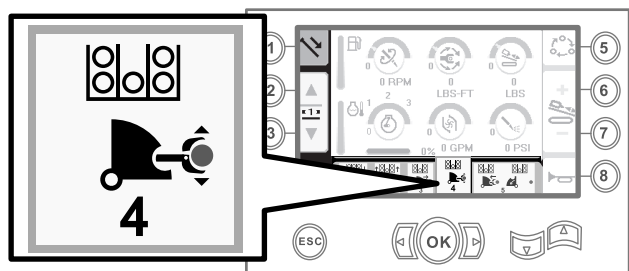

Figure 34
8. Relâchez l'interrupteur à bascule pour passer à l'étape suivante dans la séquence (Figure 34).